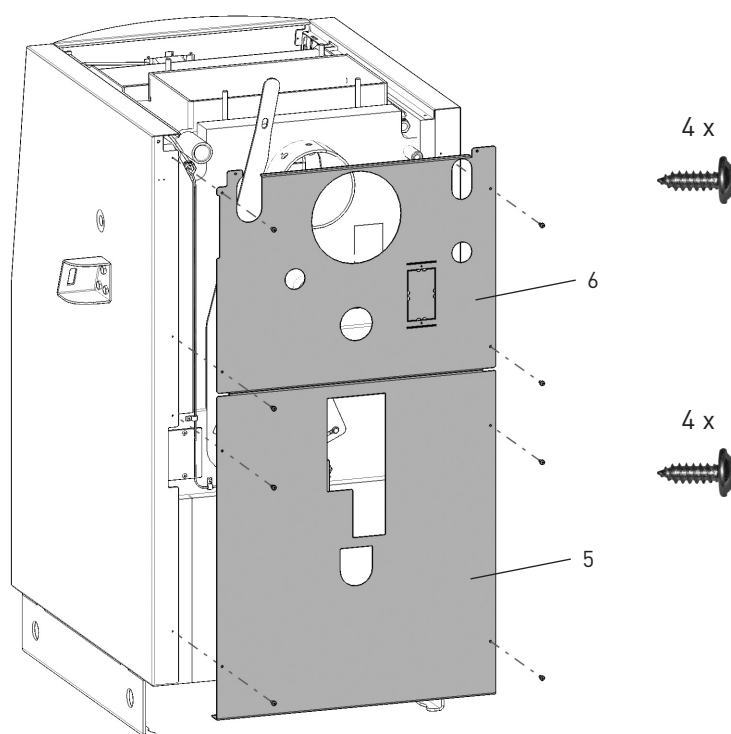

Fig. 12 Montaggio pannello posteriore
– Pannello posteriore (parti 5, 6) : montaggio – Fig. 12.